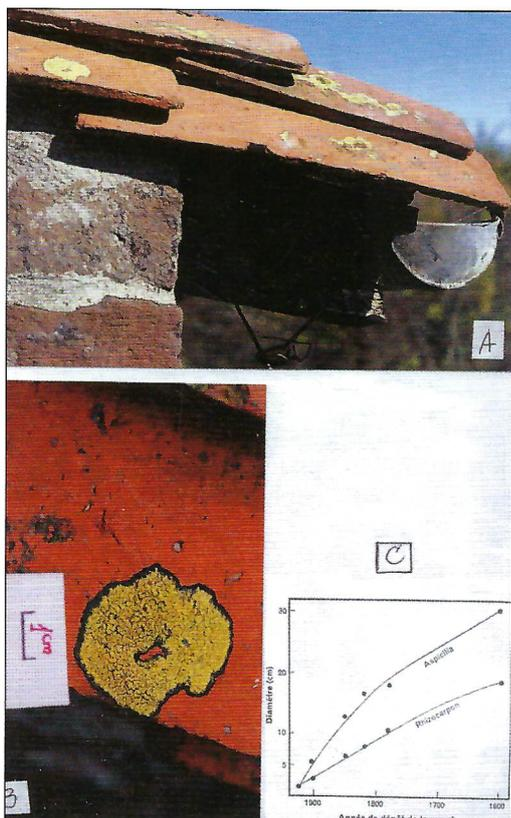

Fig. 4
Nous sommes maintenant dans le monde des chlorolichens où le photobionte est constitué, le plus souvent, par une chlorophycée unicellulaire le **Trebouxia**, dont l'ultrastructure est maintenant parfaitement connue (14). Le **Rhizocarpon** est un lichen crustacé, de couleur jaune soufre, très fréquent sur les roches siliceuses et les tuiles (fig. 4, 5), qui est considéré comme le champion de la vie au ralenti. V. AHMADJAN (3) le cite en queue de peloton avec une vitesse de croissance radiaire de  $0.2 \text{ mm.an}^{-1}$ , dans sa première centaine d'années, qui descend jusqu'à  $0.045 \text{ mm.an}^{-1}$  dans le millénaire suivant.